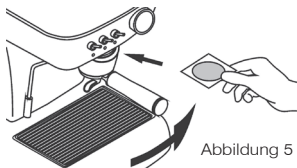

Abbildung 5
- Das Kaffeepad in den Filterhalter legen und es bis zum Anschlag vorsichtig nach rechts drehen. Keine Kraft ausüben, der Verschluss erfolgt sanft (siehe Abbildung 5).